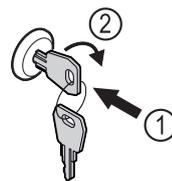

Fig. 155 Beispielhafte Darstellung
- ▶ Schlüssel hineindrücken Fig. 155 (1).
- ▶ Schlüssel um 90° im Uhrzeigersinn drehen Fig. 155 (2).